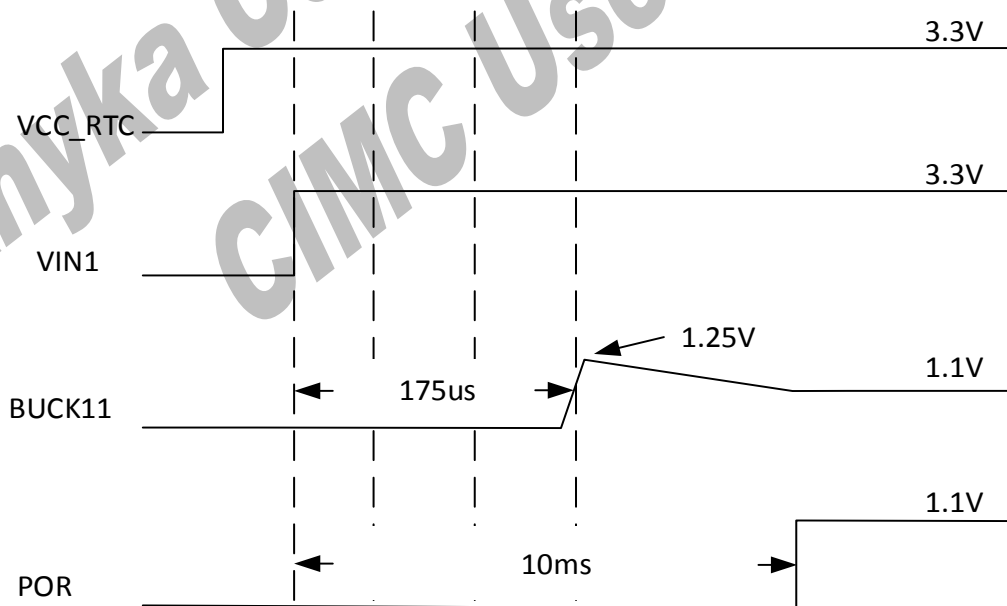

图 3-1 上电时序图
- 3) VCC_RTC 不能晚于 VIN 上电。具体上电时序要求如图 3-1 所示：